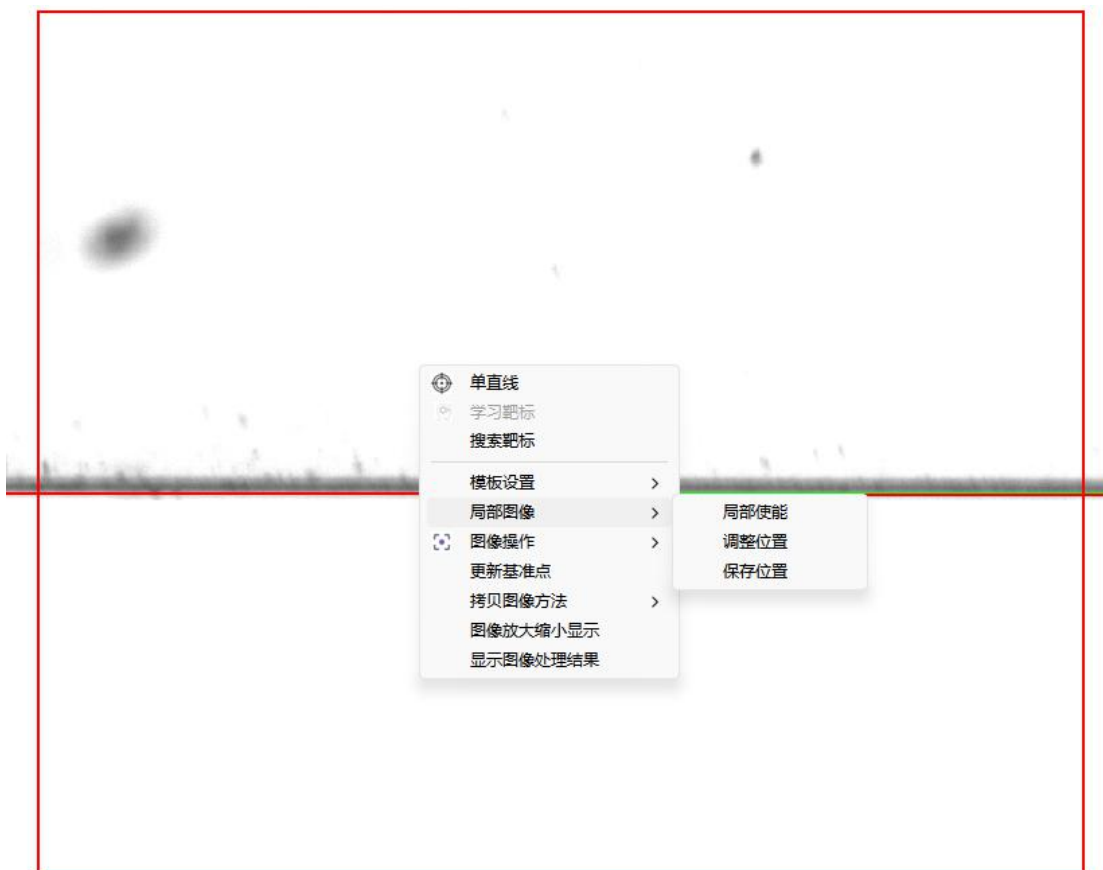

图 2-18
- E. **图像操作：**主要用于导入导出图像作用，如下图 2-18 所示：